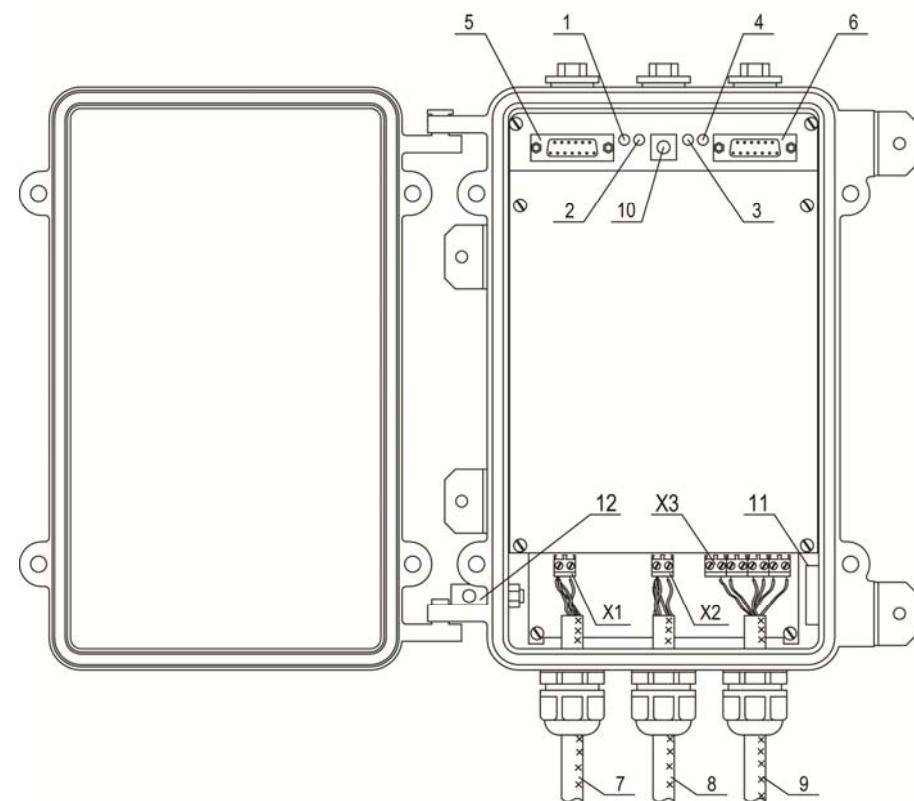

Рисунок 2.2. Блок электронный.
Конструктивно БЭ выполнен в герметичном корпусе, состоящем из двух частей: основания и крышки (рис. 2.2.). Крышка поворачивается
В нижней части платы электронной (вблизи гермовводов) расположены (рис. 2.2.):
В верхней части платы электронной расположены (рис. 2.2.):
- 2.1.2.4. Подключить БЭ к источнику напряжения 11,5 – 28,5 В постоянного тока. При этом светодиодные индикаторы «Тревога» и «Неисправность» (рис. 2.2.) могут засветиться на непродолжительное время. Окончание свечения индикаторов по прошествии 40 с с момента подачи питания будет косвенно свидетельствовать о правильности монтажа КЧЭ и готовности изделия к проверке его функционирования.
- Если индикаторы «Неисправность» (рис. 2.2.) за это время не погаснут, то это свидетельствует о неисправности КЧЭ. Поиск и устранение неисправности производится в соответствии с разделом 4.3 настоящего РЭ.
- 2.2.1.3. Не ранее, чем через 1 мин после подачи питания на БЭ, нажать и отпустить кнопку «TEST» на плате БЭ. Наблюдать кратковременное (в интервале 1...5 с) свечение светодиодов «Тревога». С помощью мультиметра убедиться в размыкании (на это время) выходных контактов «3», «4» и «6», «7» колодки «Х3» на плате БЭ (рис. 2.2.).
- 2.2.1.5. Отсоединить от колодки «X1» и «X2» любой оконечный проводник чувствительного кабеля (центральный или экран). Наблюдать непрерывное свечение светодиодов «Неисправность». С помощью мультиметра убедиться в размыкании выходных контактов «3», «4» и «6», «7» колодки «Х3» (рис. 2.2.).
- 2.2.1.6. Закоротить проводником -перемычкой или металлическим предметом (например, пинцетом) контакты колодки «X1», «X2». Наблюдать непрерывное свечение светодиодов «Неисправность». С помощью мультиметра убедиться в размыкании выходных контактов «3», «4» и «6», «7» колодки «Х3» (рис. 2.2.).
- 2.2.1.7. Перевести переключатель «ПИТАНИЕ» в положение ВЫКЛ. С помощью мультиметра убедиться в размыкании выходных контактов «3», «4» и «6», «7» колодки «Х3» (рис. 2.2.).